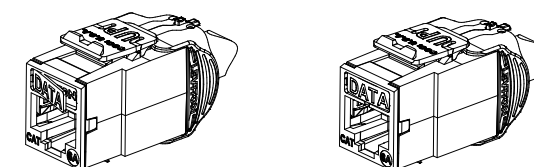

Fig 12
2. Carefully break away the desired Icon, trim away any residual plastic vestige, and press Icon securely into the front of the jack. (See Fig. 12).
2. Détacher délicatement l'étiquette voulue, l'ébarber et bien l'insérer à l'avant du connecteur (figure 12).
2. Rompa con cuidado el ícono deseado, recorte cualquier vestigio de plástico y presione el ícono firmemente en la parte frontal del jack (Ver Fig. 12).